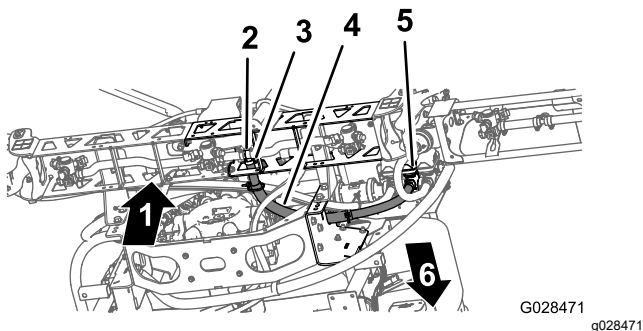

Bild 42
1. Verlegen Sie den Schlauch des mittleren Auslegerabschnitts, wie in Bild 42 abgebildet.
2. Befestigen Sie den Schlauch des Auslegerabschnitts über dem gezahnten T-Anschlussstück am mittleren Auslegerabschnitt und befestigen den Schlauch mit einer Schlauchklemme (Bild 42).